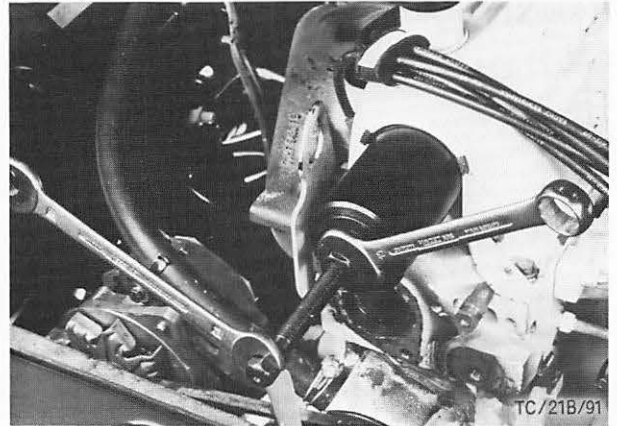

Abb. 272 Einbau Radialdichtring – Nockenwelle mit Spezialwerkzeug 21-009-A
5. Neuen Radialdichtring (Dichtlippe leicht eingeölt) mit Spezialwerkzeug 21-009-A einziehen, Abb. 272.